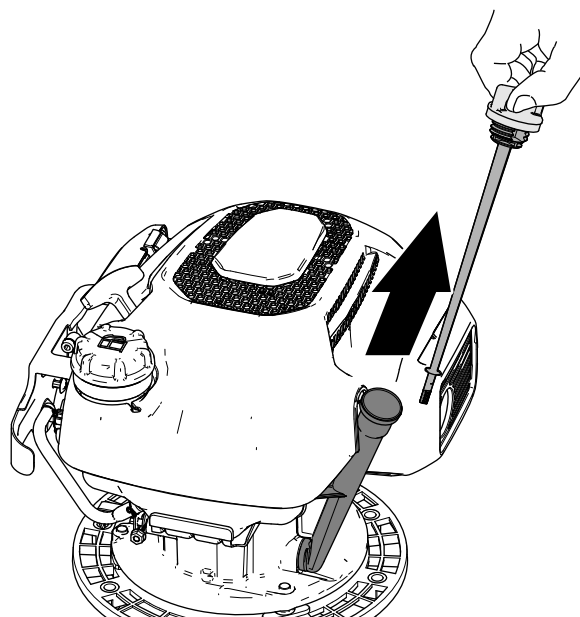

图 14
5. 用螺栓 1/4 x 1-3/4 英寸和锁紧螺母 1/4 英寸将手把接头固定至上部手把图 14。
2. 从加油颈中取出量油尺用干净的抹布擦拭量油尺图 14。